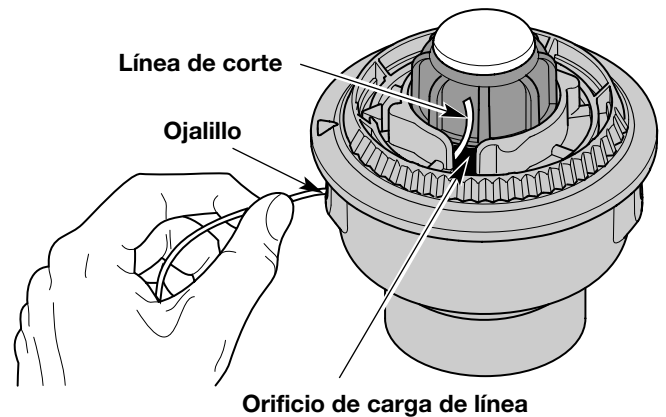

Fig. 9
3. Saque la línea vieja por los orificios de carga y de cierre de línea (Figs. 9 y 10).
4. Inserte una pieza de línea de corte dentro de uno de los ojalillos de la bobina exterior. Páselo hacia arriba a través del orificio de carga del carrete interior (Fig. 9). No doble la línea al insertarla en el ojalillo.